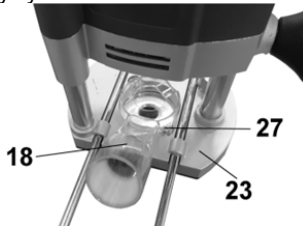

Рис.6
Для выполнения качественной обработки заготовки и нормальной работы вашего фрезера необходимо использовать систему принудительного пылеудаления (пылесос). Для присоединения шланга пылесоса к фрезеру используйте съёмный пылеотвод (18). Как показано на рис. 6 в посадочное место установите и винтами (27) закрепите пылеотвод (28).